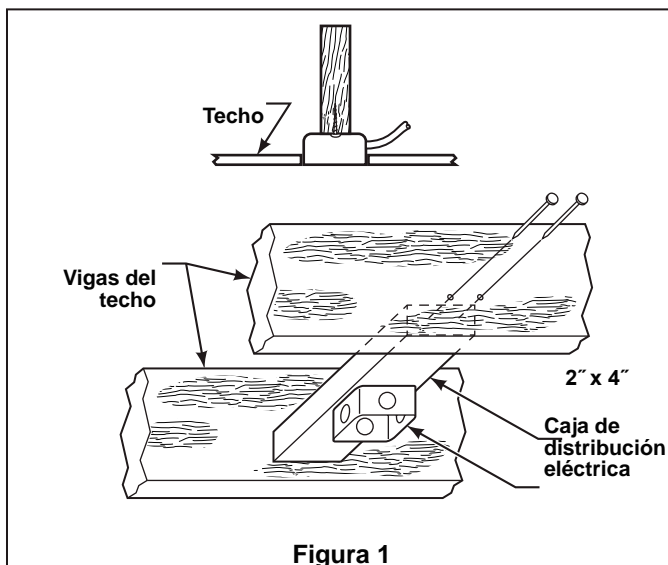

Figura 1
NOTA: Si no está seguro de la descripción de una pieza, consulte la ilustración del despiece. (Figura 1, página 21)
Su nuevo ventilador de techo requiere una línea de suministro eléctrico con conexión a tierra de 120 voltios de CA, 60 Hz, circuito de 15 amperios. La caja de distribución eléctrica debe estar bien asegurada y debe ser capaz de soportar una carga de, al menos, 15,9 kg (35 lb). La Figura 1 muestra diversas configuraciones estructurales que podrían utilizarse para montar la caja de distribución eléctrica.
1. Afloje el tornillo de fijación de la semiesfera para lograr que ésta pueda desplazarse libremente por el barral. Retire el pasador del barral y luego extraiga la semiesfera. Conserve el pasador y la semiesfera para su reinstalación en el Paso 5 (Figura 1).